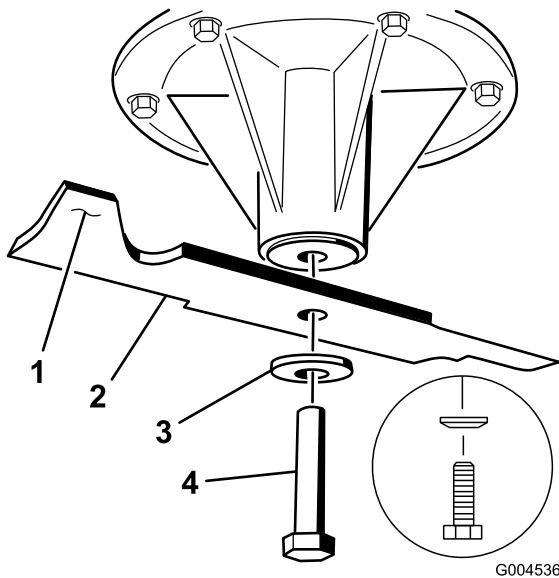

Figure 90
1. Placez la lame sur l'axe (Figure 90).
2. Mettez en place la rondelle élastique et le boulon de la lame (Figure 90).
**Remarque:** Le cône de la rondelle élastique doit être dirigé vers la tête du boulon (Figure 90).